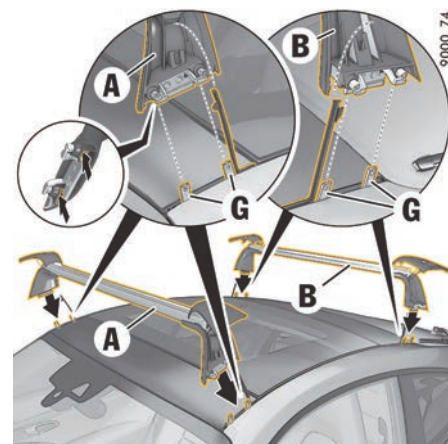

图 51: 调节托架的长度
5. 再次将托架放在旋转支架 G 上 (第 77 页的图 51)。